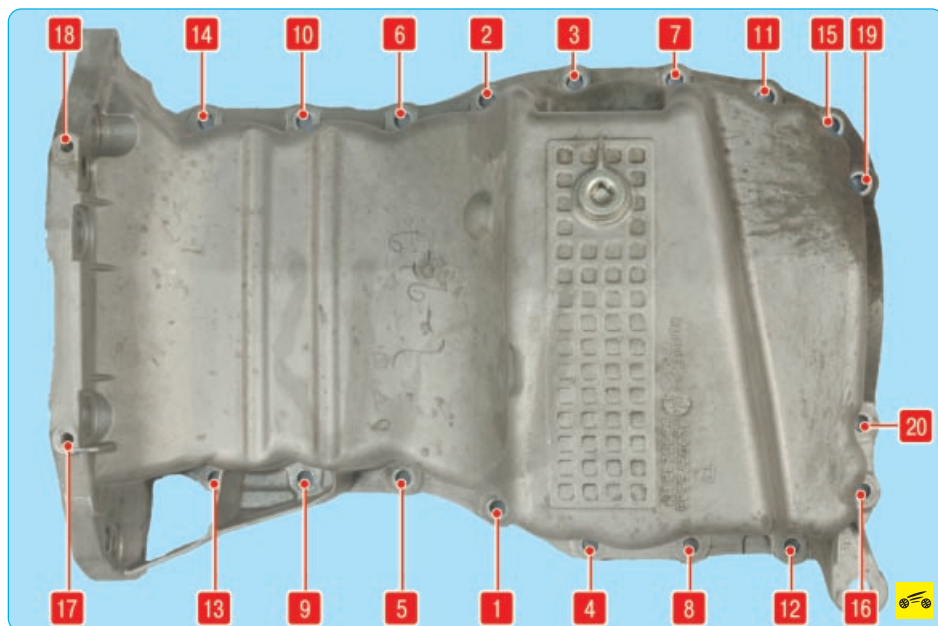

Рис. 5.11. Порядок затяжки болтов крепления масляного картера двигателя
17. Установите масляный картер и заверните двадцать болтов его крепления к блоку цилиндров, не затягивая окончательно. Заверните до упора четыре болта крепления масляного картера к картеру сцепления (см. операцию 4), не затягивая их окончательно. Затяните болты крепления масляного картера к блоку цилиндров в порядке, показанном на рис. 5.11, предварительно моментом 8 Н·м, а затем окончательно моментом 14 Н·м. Затяните четыре болта крепления масляного картера к картеру сцепления моментом 27 Н·м.